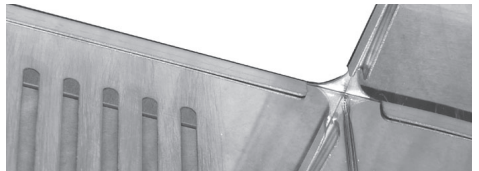

Abb. 18a
**Bei Umluftbetrieb:** den Teleskopschaft (2) so einsetzen, dass die Luftaustrittsschlitze oben sind.
**Bei Abluftbetrieb:** den Teleskopschaft (2) mit den Luftaustrittsschlitzen nach unten einsetzen. Die Luftaustrittsschlitze sind dann verdeckt.
Setzen Sie den Deckenkranz (25) auf den Teleskopschaft (2) in der gewählten Einbaulage, bis der kleinere Kragen des Deckenkranzes vom Teleskopschaft aufgenommen wird (Abb. 18a).